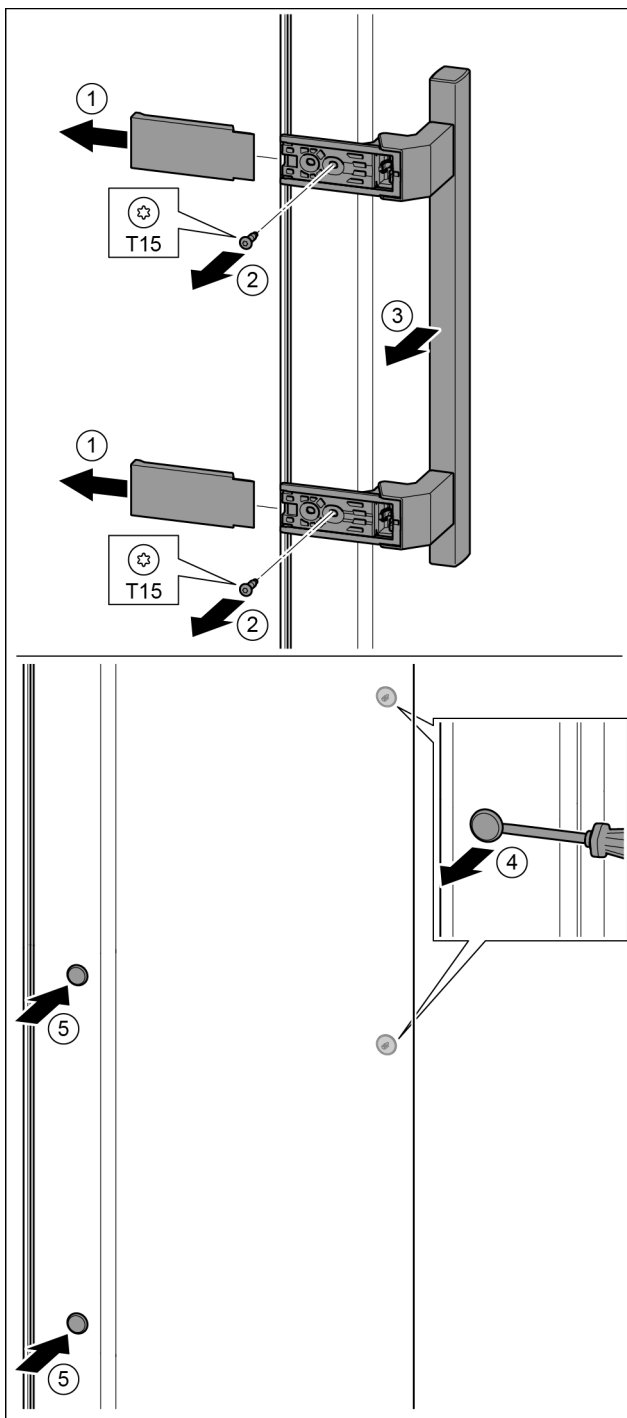

Fig. 33
- ▶ Húzza le a fedelet. Fig. 33 (1)
- ▶ T15 csavarhúzóval tekerje ki a csavarokat. Fig. 33 (2)
- ▶ Vegye le a fogantyút. Fig. 33 (3)
- ▶ Az oldalsó dugókat egy csavarhúzóval óvatosan emelje meg és húzza ki. Fig. 33 (4)
- ▶ A dugókat helyezze be a másik oldalra. Fig. 33 (5)